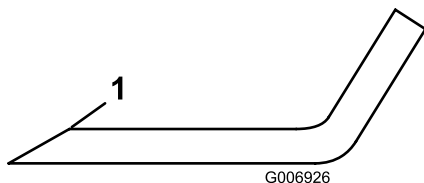

Figura 33
- Affilate i taglienti da entrambe le estremità di ogni lama con una lima (Figura 33). Rispettate l'angolazione originale. La lama rimane bilanciata soltanto se rimuovete una quantità uguale di materiale da entrambi i taglienti.